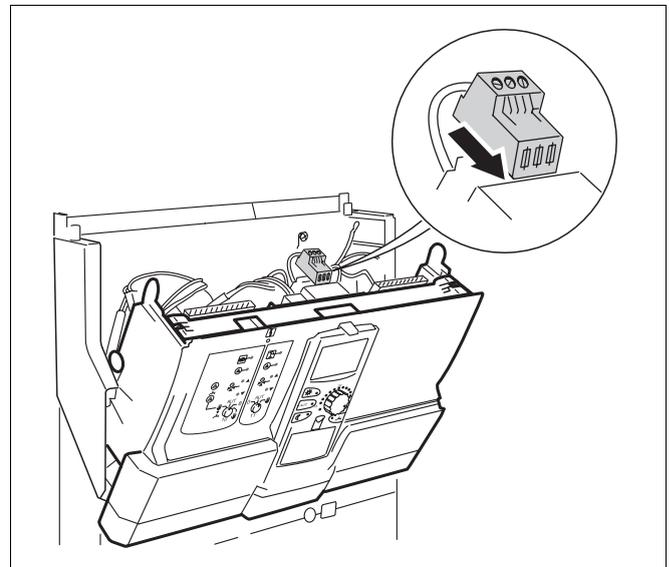

Bild 9 Netzanschluss einstecken
- Netzanschluss direkt am Netzmodul einstecken (→ Bild 9).